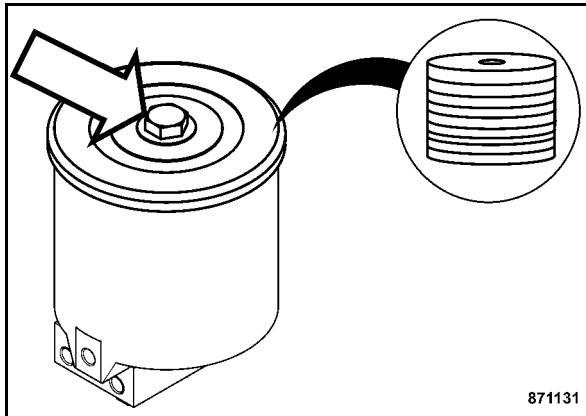

Fig. 179
- Soltar el tornillo de fijación (Fig. 179) y retirar la tapa.